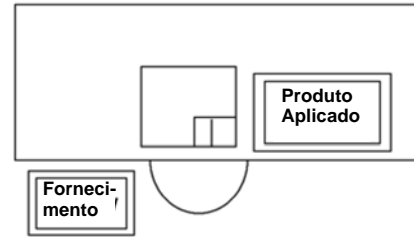

Figura 8
3.3. Considerações Importantes para a Colocação de Máquinas de Bancada (Figura 8)
Figura 8 ilustra o correcto posicionamento da máquina, a posição do operador e a posição recomendada para o interruptor de pé.